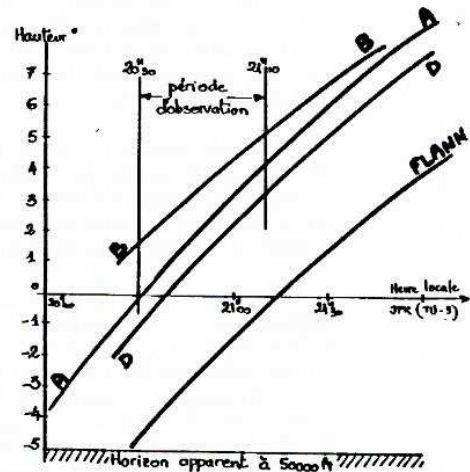

Figure 2 : courbes des hauteurs de la Comète de Halley en fonction de la position de l'avion et de l'heure (locale)
- Halley. Sa hauteur variera comme indiquée sur la figure 2, entre 5 et 9° au-dessus de l'horizon apparent. Cette faible hauteur permettra-t-elle une observation satisfaisante ? Nous ne le saurons qu'au cours du vol.